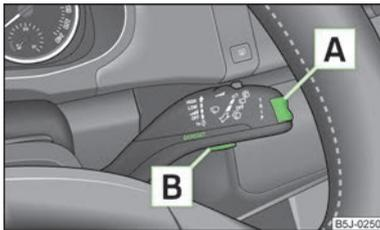

Abb. 6
Das Umschalten der Speicher erfolgt mit der Taste **B** » **Abb. 6** auf Seite 13 am Scheibenwischerhebel.
Die Wipptaste **A** » Abb. 6 und die Taste **B** befinden sich am Scheibenwischerhebel.
» Die Taste **B** » Abb. 6 antippen.
» Kurz auf die Wipptaste **A** » Abb. 6 oben oder unten drücken. Dadurch werden die einzelnen Funktionen der Multifunktionsanzeige nacheinander geöffnet.
- » Die Taste **B** » Abb. 6 länger drücken.
Sinkt die Außentemperatur unter +4 °C, erscheint vor der Temperaturanzeige ein Schneeflockensymbol (Glatteiswarnung) und es ertönt ein akustisches Signal. Nach dem Drücken der Wipptaste **A** » Abb. 6 auf Seite 13 wird die Funktion angezeigt, die zuletzt angezeigt wurde.
Im Display erscheint die Fahrzeit, die seit dem letzten Löschen des Speichers vergangen ist. Wenn man die Fahrzeit von einem bestimmten Zeitpunkt an messen möchte, dann muss zu diesem Zeitpunkt der Speicher durch Drücken der Taste **B** » Abb. 6 auf Seite 13 auf null gesetzt werden.
Wenn man den durchschnittlichen Kraftstoffverbrauch für einen bestimmten Zeitraum ermitteln möchte, dann muss der Speicher bei neuem Messbeginn mit der Taste **[B]** » Abb. 6 auf Seite 13 auf null gesetzt werden. Nach dem Löschen erscheint im Display auf den ersten ca. 300 m Fahrstrecke kein Wert.
Im Display erscheint die seit dem letzten Löschen des Speichers zurückgelegte Fahrstrecke » Seite 12. Wenn man die Fahrstrecke von einem bestimmten Zeitpunkt an messen möchte, dann muss zu diesem Zeitpunkt der Speicher durch Drücken der Taste **[B]** » Abb. 6 auf Seite 13 auf null gesetzt werden.
Im Display wird die Durchschnittsgeschwindigkeit in km/h seit dem letzten Löschen des Speichers angezeigt » Seite 12. Wenn man die Durchschnittsgeschwindigkeit für einen bestimmten Zeitraum messen möchte, dann muss zu Beginn der Messung der Speicher mit der Taste **[B]** » Abb. 6 auf Seite 13 auf null gesetzt werden.
- » Mit der Taste **[A]** » Abb. 6 auf Seite 13 den Menüpunkt **Warnung bei Geschwindigkeitsüberschreitung** wählen.
- › Mit der Taste **A** » Abb. 6 auf Seite 13 den Menüpunkt **Warnung bei Geschwindigkeitsüberschreitung** wählen.